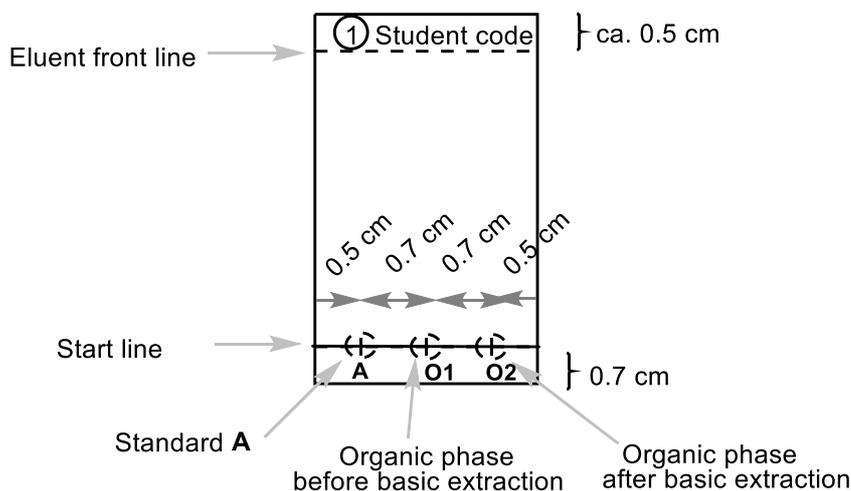

Figura 2. Istruzioni per la preparazione della lastrina TLC.
4. Prepara la tua lastrina TLC, controllandola prima di usarla. Le lastrine non usate danneggiate saranno sostituite, su richiesta, senza alcuna penalità. Usa una matita per tracciare la linea di partenza e segna le posizioni dove punterai i campioni. Scrivi il numero **1** in un cerchietto e il tuo codice studente sulla parte alta della lastrina, come mostrato in Figura 2. Sciogli il campione di 2-acetonaftone fornito nella vial (**Standard A**) in circa 2 cm³ di etanolo (circa 1 intera pipetta Pasteur di vetro). Segna tre posizioni etichettandole **A**, **O1**, e **O2**. Deponi 1 µl (la prima tacca del capillare da 5 µl che userai per deporre il campione) dello standard **A** e delle fasi organiche riunite nel passaggio II.3 (**O1**). Successivamente aggiungerai anche il campione **O2**.